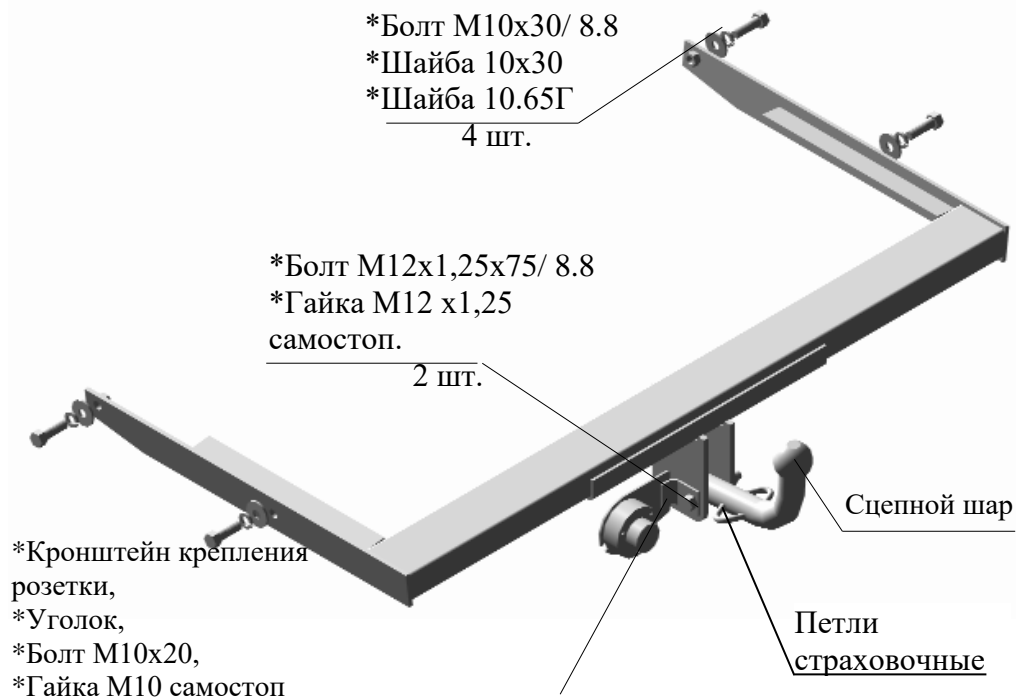

Рис.1 Тягово-сцепное устройство ТСУ 6012 Форд Фокус 2 седан.
2.1 ТСУ 6012 в сборе (рис.1)	1 шт.
2.2 Пакет с комплектующими (см. рис.1)+защитный колпак	1 шт+1 шт.